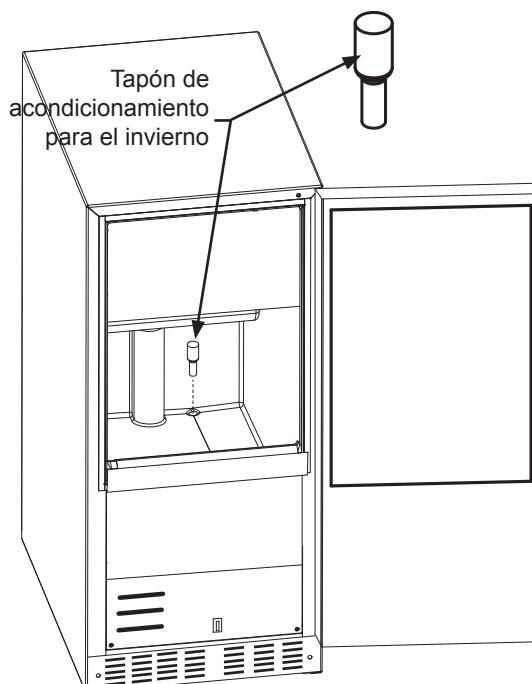

Figura 49
13. Instale el tapón de acondicionamiento para el invierno en el orificio de drenaje de agua dentro del depósito de hielo (vea la Figura 49).